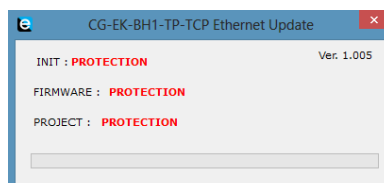

Figura 15 - Update non corretto, modalità "Protection"
- Quando tutte le operazioni sono terminate (Figura 15 - Update in corso), togliere alimentazione al dispositivo
- Quando tutte le operazioni sono terminate (Figura 15 - Update in corso), il dispositivo torna automaticamente nel modo di funzionamento Normale